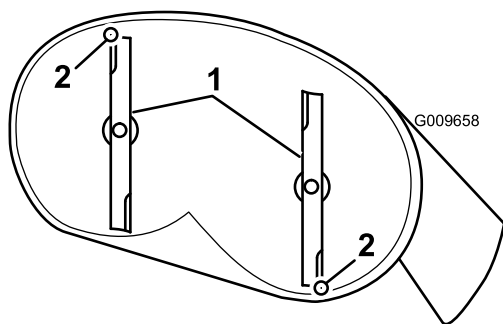
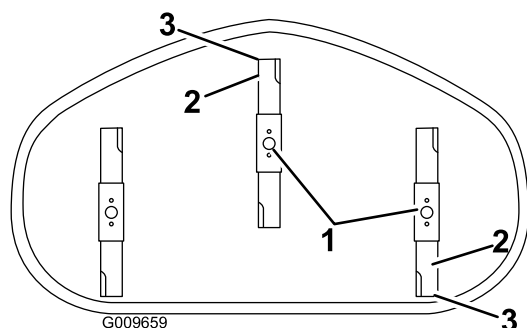

Figura 53
Figura 54
4. Gire cuidadosamente las cuchillas colocándolas en el sentido de avance de la máquina (Figura 53 y Figura 54).
5. Mida entre la punta de la cuchilla delantera y la superficie plana y entre la punta de la cuchilla trasera y la superficie plana (Figura 53 y Figura 54).
Nota: Siga ajustando la tuerca hasta que la punta de la cuchilla delantera esté entre 1.6 y 7.9 mm (1/16–5/16 pulgada) más baja que la punta de la cuchilla trasera (Figura 53 y Figura 54).